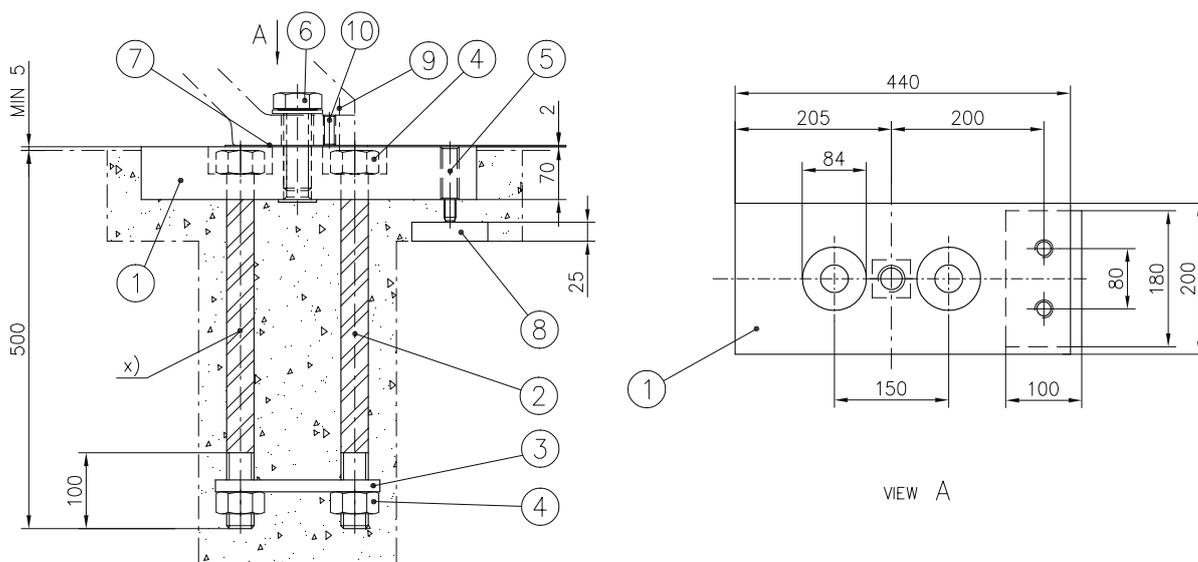

Рисунок 12 Типичная сборка с помощью фундаментных штифтов
Для сборки фундаментных штифтов или закладных плит машину необходимо поднять над полом с помощью подъемника. Действовать, как показано на Рисунок 12 Типичная сборка с помощью фундаментных штифтов:
- Закрутить смазанные смазкой подъемные винты в фундаментные штифты (5) или закладные плиты
- Обернуть клейкую пленку вокруг верхней части анкерных болтов (2) в соответствии с Рисунок 12 Типичная сборка с помощью фундаментных штифтов. Пленка защитит верхнюю часть болта от застревания в бетоне и позволит в дальнейшем повторно затянуть болт после затвердевания бетона
- Вставить анкерный болт (2) в фундаментные плиты (1) или закладные плиты так, чтобы верх анкерных болтов был на 1...2 мм (40...80 миллов) над верхней поверхностью гаек (4)
- Прикрепить анкерный фланец (3) и нижнюю гайку (4) к анкерным болтам (2). Сделать мост между анкерным фланцем (3) к болтам сваркой и закручиванием гаек. Если мост не получается, заблокировать анкерный фланец между двумя гайками
- Установить собранные фундаментные плиты или закладные плиты под лапу машины с помощью монтажных болтов (6) и шайбы (3). Установить монтажный болт (6) в скважине машины, обернув, напр., бумагой, картоном или пленкой верхнюю часть болта
- Установить регулировочную прокладку толщиной 2 мм (0,8 дюйма) (7) между лапой и плитой (1). Притянуть плиту к лапе с помощью монтажного болта (6)
- Установить нивелирующую плиту (8) под подъемный винт (5)
- Проверить, чтобы зазор между плитой (1) и анкерными болтами (2) был тугим. Если бетон проникает через имеющуюся щель до гаек, повторную затяжку делать нельзя.